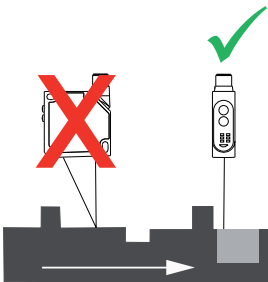

Fig. 6
- L'objet doit se déplacer en diagonale par rapport à la platine avant du capteur (fig. 6+7).